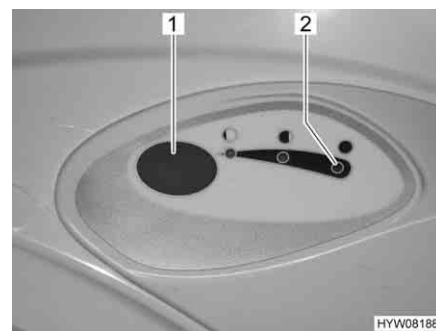

Fig. 261 Pulsante dello sciacquone/spia di controllo (toilette Thetford)
- Per sciacquare premere il pulsante blu (Fig. 261,1).
La spia di controllo (Fig. 261,2) si accende quando il serbatoio fecale deve essere svuotato.